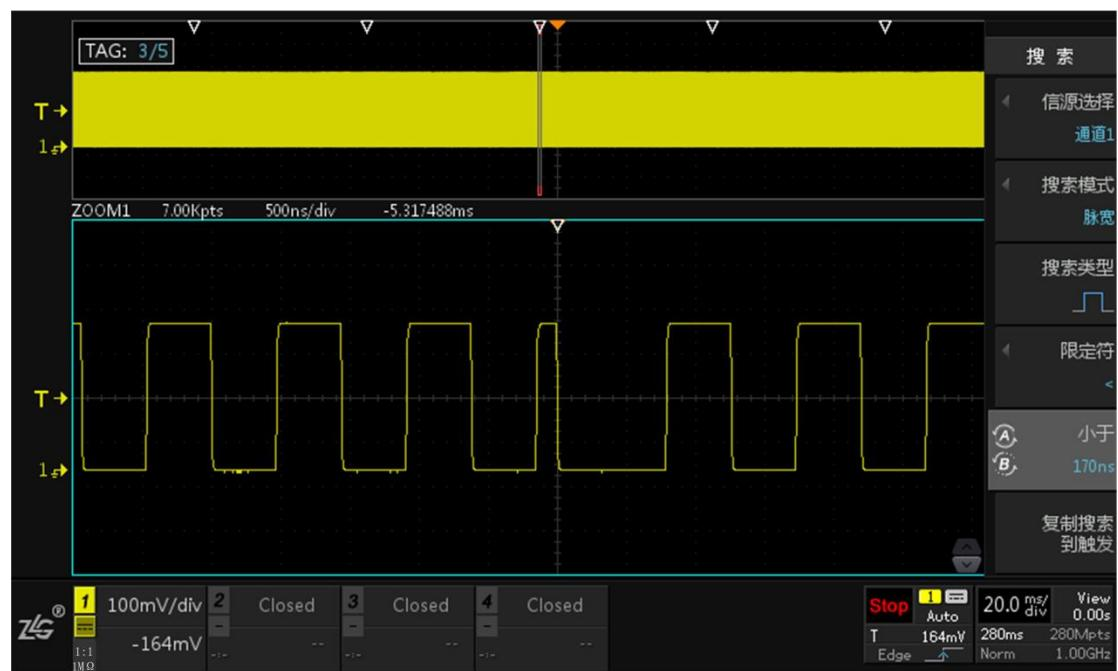

图 13.8 搜索结果放大
- 7、点击【Stop】，在停止状态下，将水平时基慢慢调小即顺时针旋转旋钮 A 调节到可清楚看见搜索的毛刺信号位置，如图 13.8 所示；